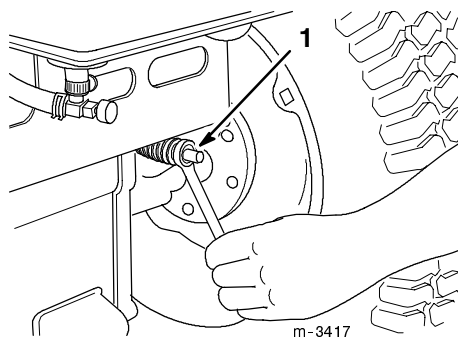

Figure 39
Le réglage du frein se trouve à l'arrière du tracteur (Fig. 39). Si le frein de stationnement n'agit pas suffisamment, il doit être réglé.
4. Tourner l'écrou de réglage du frein (Fig. 39) jusqu'à ce que la course libre de la pédale soit de 5 cm (2").